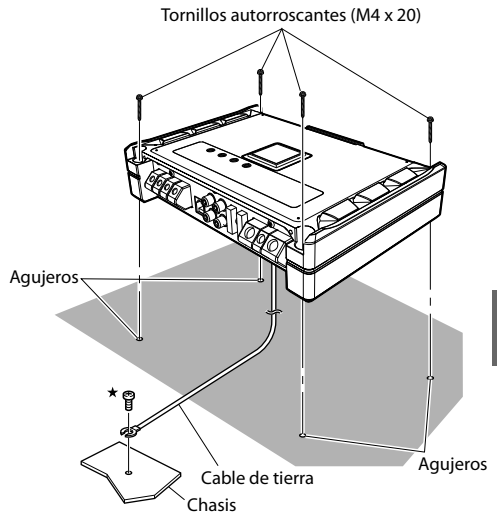

Fig. 3
6. Sitúe el PDR-M65/PDR-F50 sobre dichos agujeros, y asegúrelo con cuatro tornillos autorroscantes. (Fig. 3)